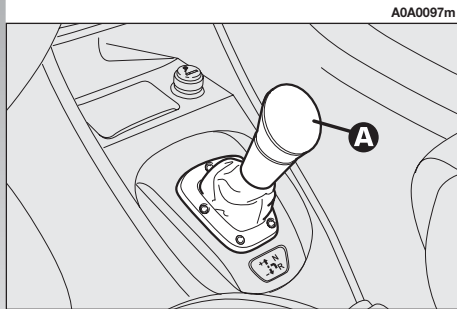

fig. 134
- la leva di comando posta sul mobiletto centrale (**A-fig. 134**);